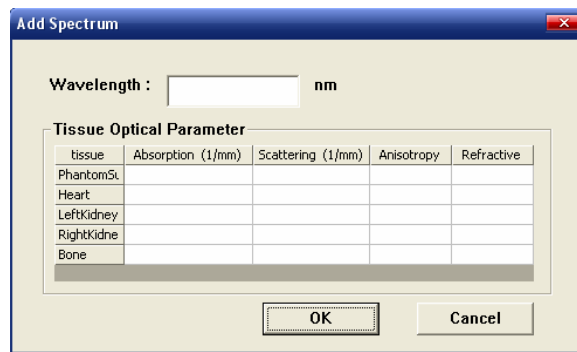

图6-1. 添加新光谱对话框
b. 点击 **Add Spectrum**，用户可以添加新的谱段（如图 6-1），由于各谱段下组织的参数不尽相同，用户需输入对应新谱段的组织参数，加入新谱段后，每个光源在各谱段下的信息，用户可以在光源页面（Light Source Parameter）进行修改。